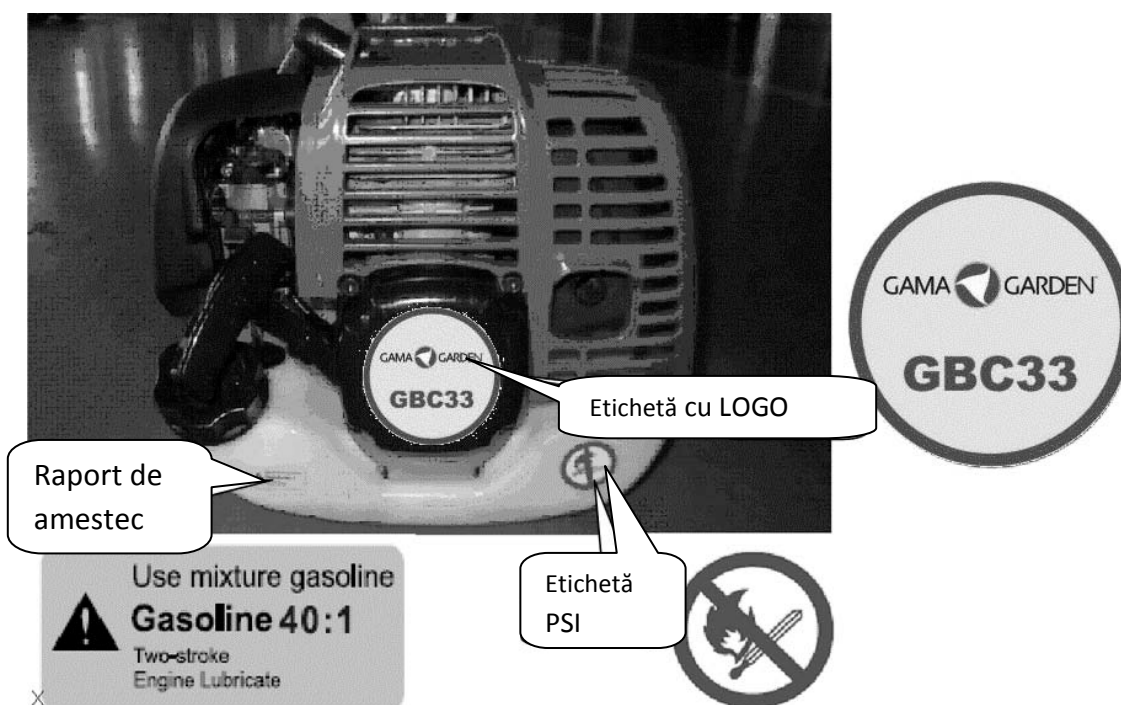

fig.2.
4. Toate etichetele GAMA GARDEN sunt aplicate pe demaror, iar cele referitoare la PSI și raportul de amestec pe rezervorul de combustibil conform fig.2.;